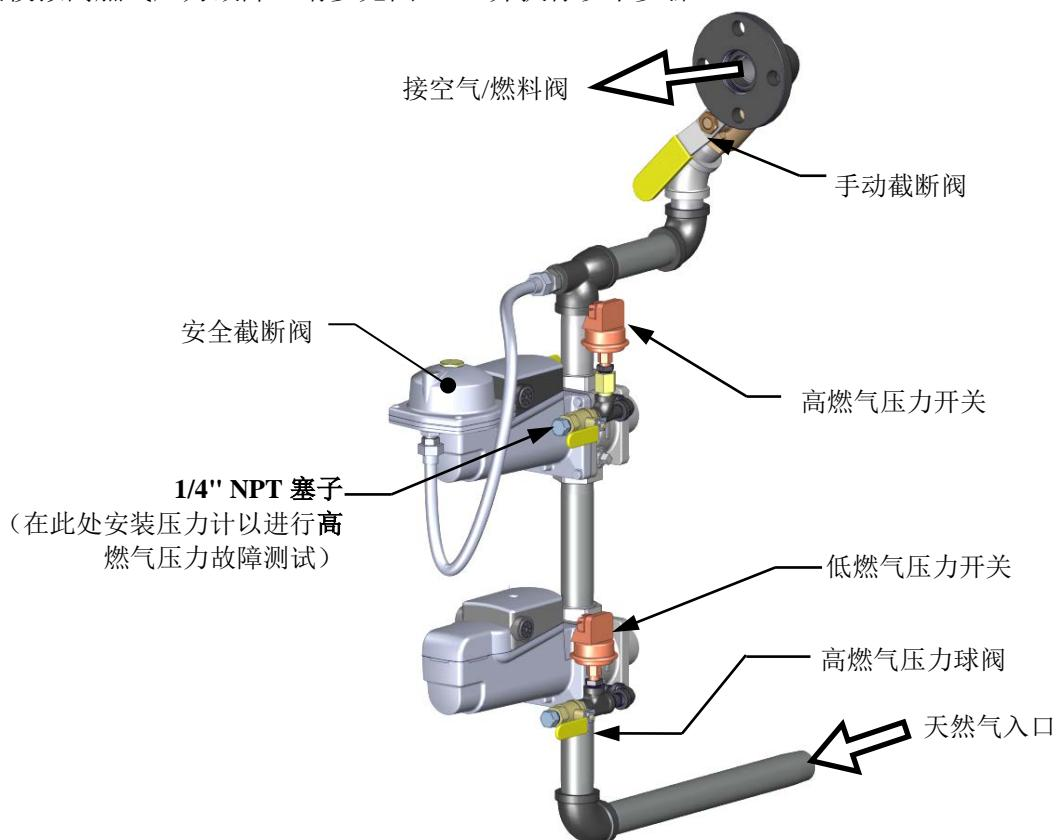

图 6-1b: BMK 750/1000: 高燃气压力故障测试
要模拟高燃气压力故障, 请参见图 6-1b 并执行以下步骤:
2. 从高燃气压力检漏球阀中取出 1/4" NPT 塞子, 如图 6-1b 所示。